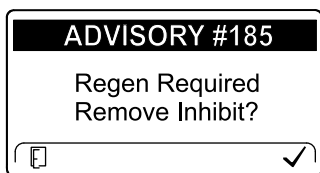

Рисунок 46
**Примечание:** Если вы установите в инфо-центре запрет регенерации, на экране через каждые 15 минут будет отображаться ИНФОРМАЦИОННОЕ СООБЩЕНИЕ № 185 (Рисунок 46), и двигатель будет запрашивать регенерацию со сбросом.